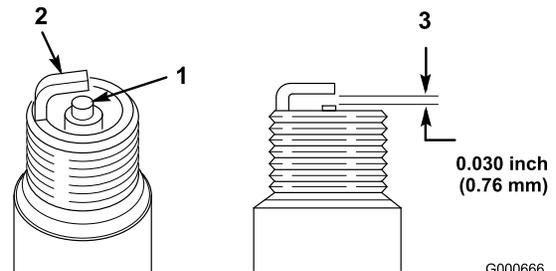

Figura 27
1. Mire la parte central de la bujía (Figura 27). Si se observa un color gris o marrón claro en el aislante, el motor está funcionando correctamente. Si el aislante aparece de color negro, significa que el limpiador de aire está sucio.
2. Compruebe la separación entre los electrodos central y lateral (Figura 27) y doble el electrodo lateral si la separación no es correcta.